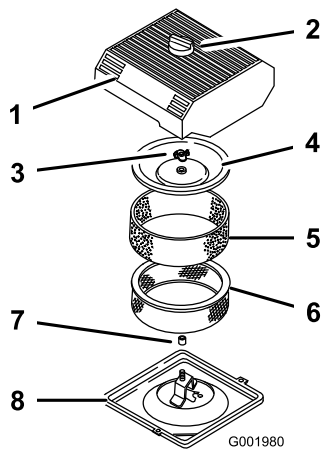

图39
3. 清洁空气滤清器的周围，防止灰尘进入发动机并导致损害（图39）。
4. 松开空气滤清器盖上的旋钮，取下滤清器盖（图39）。
5. 小心将泡沫滤芯滑出纸质滤芯（图39）。
6. 拧下护罩螺母，取下护罩和纸质滤芯（图39）。
1. 小心将泡沫滤芯滑落到纸质空气滤清器滤芯上（图39）。
3. 安装护罩螺母，用手指拧紧护罩（图39）。
4. 安装空气滤清器盖和旋钮（图39）。